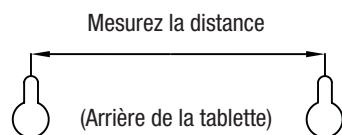

Figure 1
ÉTAPE 2: Tracez une ligne sur le mur à l'aide du niveau afin de déterminer l'emplacement des trous. Mesurez la distance requise entre les vis pour installer la corniche décorative. Marquez l'emplacement des vis aux endroits désirés, tel qu'illustré à la **Figure 1**.